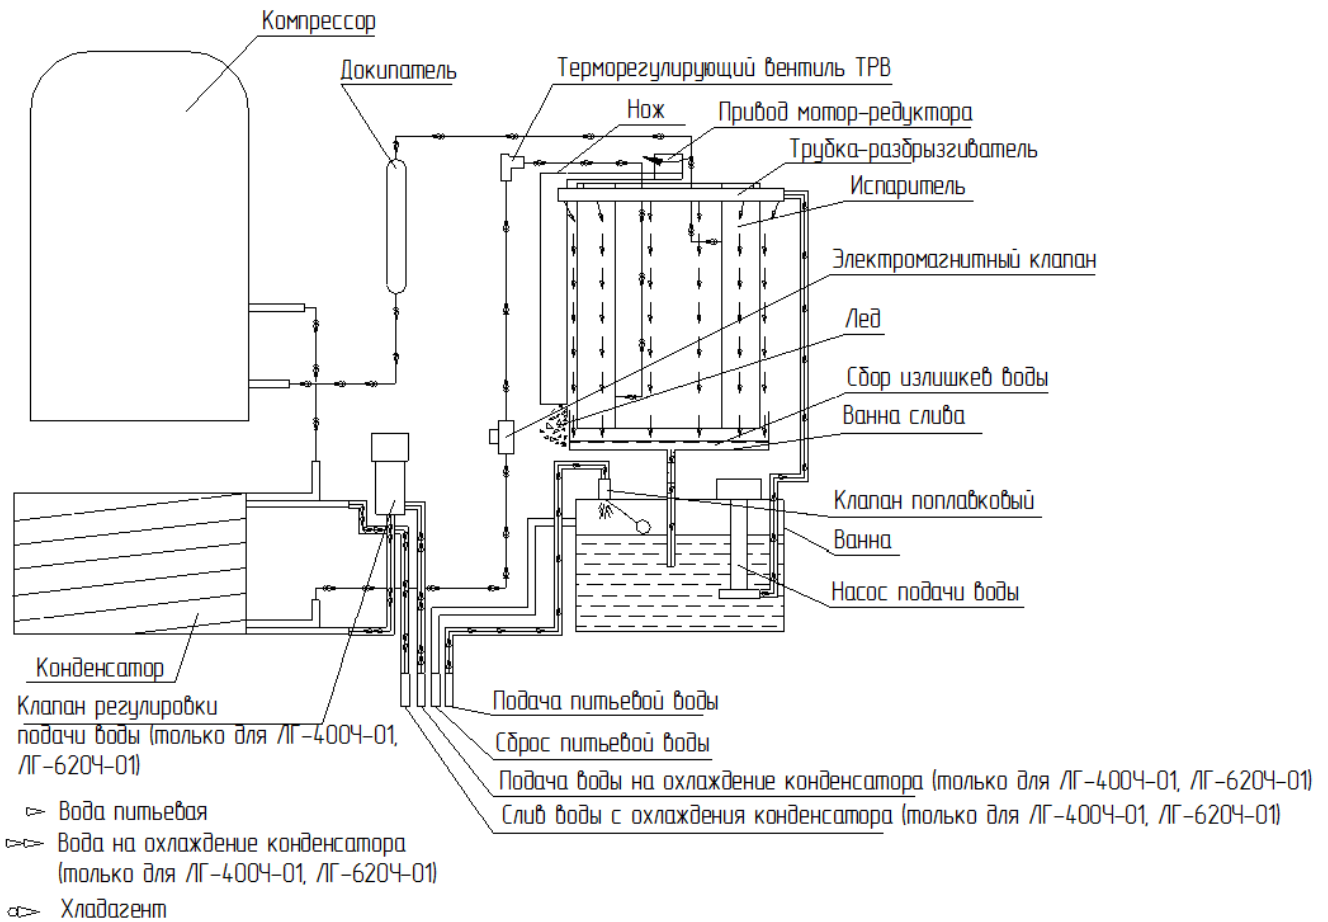

Рис.4 Режим заморозки
2. Режим ЗАМОРОЗКА (Рабочий режим) (рис. 4)